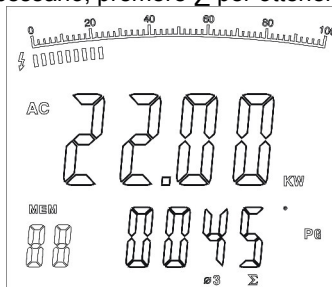

Figura 12
- Se è necessario, premere Σ per ottenere la somma dei watt, come nella figura 12.